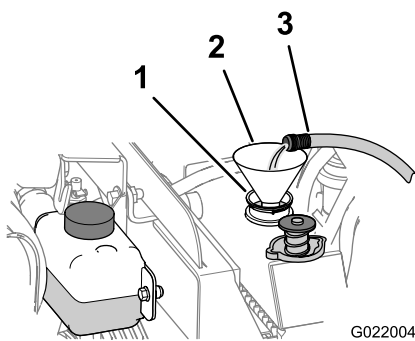

Figure 83
- B. Remplissez le radiateur d'eau propre (Figure 83).